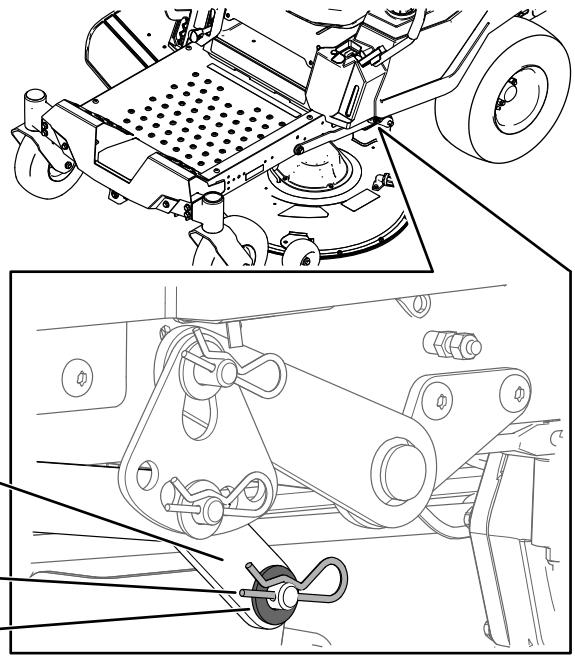

Bild 74
- Entfernen Sie auf einer Seite der Maschine die Unterlegscheibe und den Splint vom Mähwerksstift (Bild 74).
6. Montieren Sie den Hubarm mit der Unterlegscheibe und dem Splint (Bild 74).
5. Heben Sie auf einer Seite der Maschine die Rückseite des Mähwerks an und montieren Sie den Hubarm am Mähwerksstift (Bild 74).